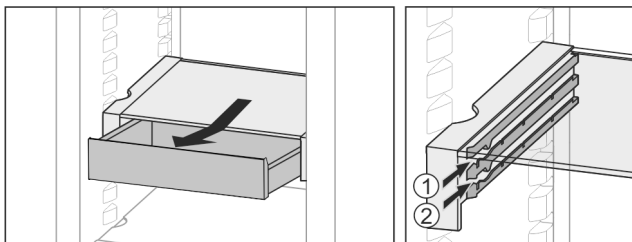

Fig. 22
- ▶ In beliebiger Höhe *Fig. 22 (1)* oder *Fig. 22 (2)* einschieben.